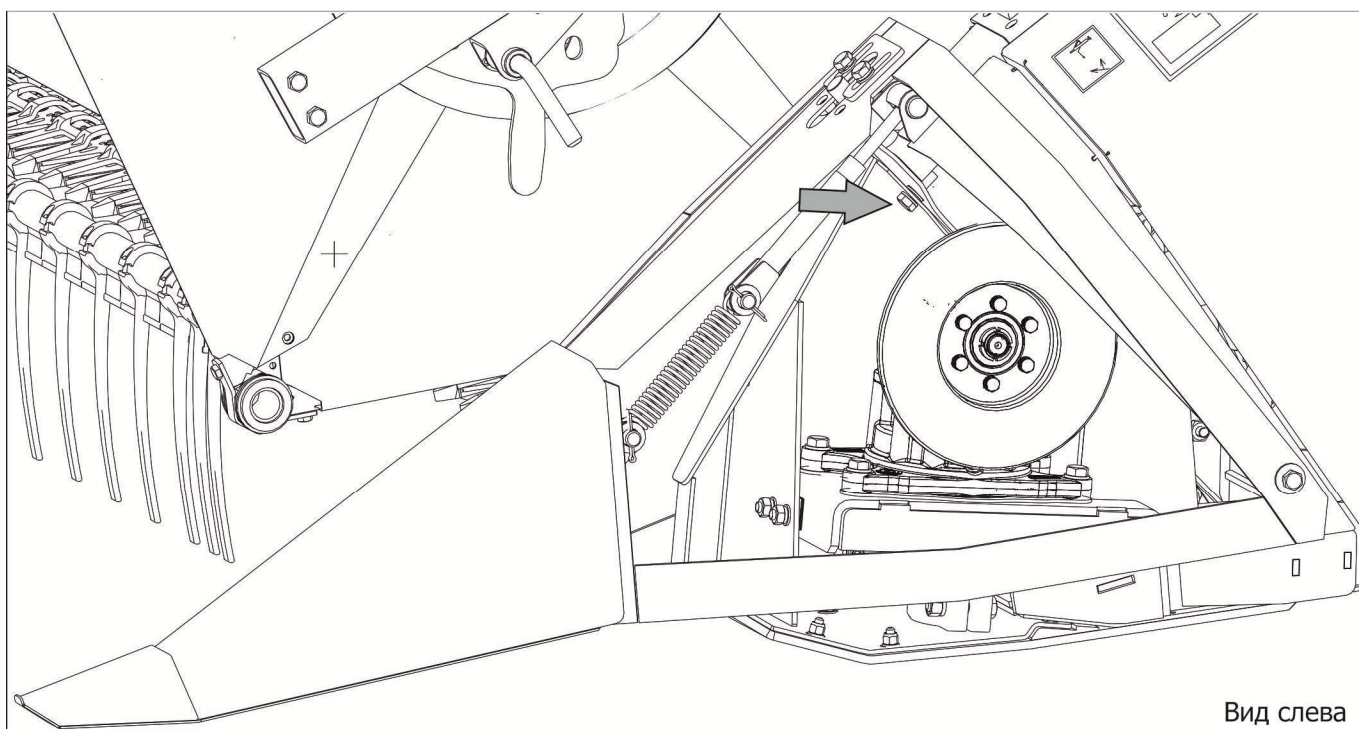

Рисунок 6.12 – Переоборудование жатки
ВНИМАНИЕ! ЖАТКА ОТГРУЖАЕТСЯ ПОТРЕБИТЕЛЮ С ЗАКРЕПЛЕННЫМИ К КАРКАСУ ПЕРЕДНИМИ ПЛАВАЮЩИМИ ОПОРАМИ И ПОДВИЖНЫМИ БОКОВИНАМИ. ДЛЯ УБОРКИ СОИ В РЕЖИМЕ «С ПЛАВАЮЩИМ НОЖОМ» НЕОБХОДИМО ДЕМОНТИРОВАТЬ КРЕПЛЕНИЕ И ПЕРЕВЕСТИ РЕЖУЩИЙ АППАРАТ В ПЛАВАЮЩЕЕ ПОЛОЖЕНИЕ (рисунок 6.12).
2. Открепить болтокрепёж крепления подвижных боковин режущего аппарата к каркасу с обеих сторон жатки (рисунок 6.12);
2. Зафиксировать рычаги и подвижные боковины режущего аппарата на каркасе жатки болтокрепёжом (рисунок 6.12). При этом режущий аппарат примет положение, показанное на рисунке 6.17;